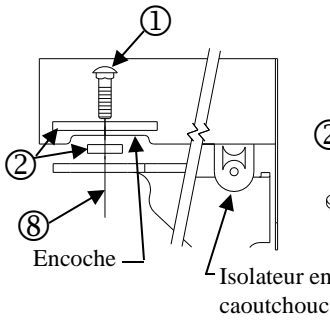

Figure 2
①	Qté (6)	Boulon de carrosserie 7/16-14 X 1.50 GR5	⑤	Qté (4)	Espaceur, petit
②	Qté (4)	Espaceur, grand	⑥	Qté (4)	Rondelle frein
③	Qté (2)	Rondelle conique	⑦	Qté (4)	Rondelle plate
④	Qté (6)	Écrou hexagonal 7/16-14	⑧	Qté (2)	Fil de tirage 7/16 (non illustré)
3. Découper l'écran thermique autour de l'encoche au trou de fixation. Voir la figure 2.
6. Installer l'espaceur (article 2) entre l'attelage et le cadre. Des deux côtés. Voir figure 2